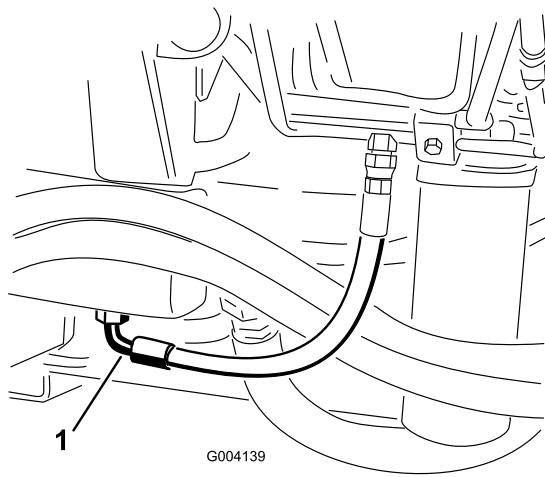

Figura 100
3. Collocate una bacinella di grandi dimensioni sotto il raccordo previsto sulla base del serbatoio del fluido idraulico (Figura 100).